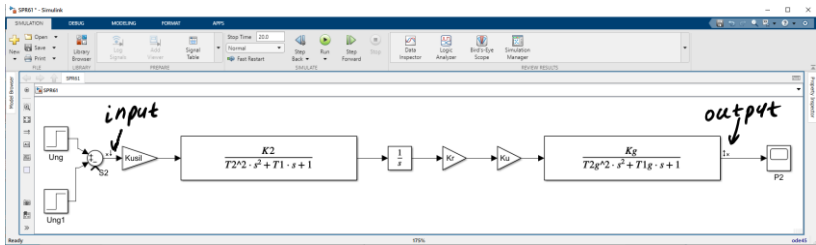

Рис. 6.5. Разомкнутая одноконтурная САР ГПТ
Как известно, замкнутую одноконтурную САР можно исследовать по частотным характеристикам разомкнутой САР, которая получается путем разрыва главной обратной связи, как это показано на рис. 6.5.
Для этого точки линейного входа и линейного выхода ставим так, как это показано на рис. 6.5.
3. Удалите из схемы обратную связь по рис. 6.5.
4. Задайте точки входа и выхода для линейного анализа разомкнутой САР по рис. 6.5. Для этого щелкните правой кнопкой мыши по линии связи между звеньями Step и усилителем Kusi1. В выпавшем диалоговом окне выберите позицию меню Linear Analysis Point и задайте для этой линии свойство Open-loop Input. Затем щелкните правой кнопкой мыши по линии связи между звеньями ГПТ и Score. В выпавшем диалоговом окне выберите позицию меню Linear Analysis Point и задайте для этой линии свойство Open-loop Output. После этого данные точки становятся входом и выходом ветви *линейного анализа*.